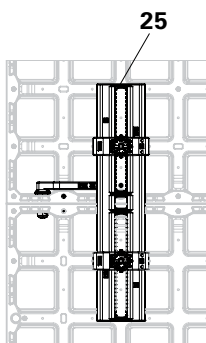

Fig. B10.03a
Montare l'allineatore DUO 62 (25) in ogni giunto orizzontale. (Fig. B10.03a)